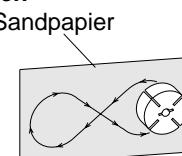

Abbildung 26 - Abschmirgeln des Rotors
14. Feines Sandpapier (600 Körnung) auf einer flachen Oberfläche auflegen. Den Rotor viermal leicht mit einer "8er-Bewegung" abschmirgeln (siehe Abbildung 26).